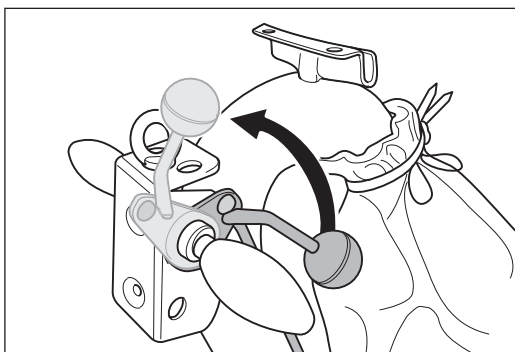

Abb. 14 Den Ablasshebel am Handgriff bis zum Anschlag nach oben ziehen. Dadurch wird die Schleifwalze vom Boden abgehoben.
- 1 Ziehen Sie den Ablasshebel am Handgriff bis zum Anschlag nach oben (Abb. 14). Dadurch wird die Schleifwalze vom Boden abgehoben.
- **Vor dem Einschalten der Maschine immer die Schleifwalze vom Boden abheben (Abb. 14)!**
- 1 **Ziehen Sie den Ablasshebel am Handgriff bis zum Anschlag nach oben (Abb. 14)!**